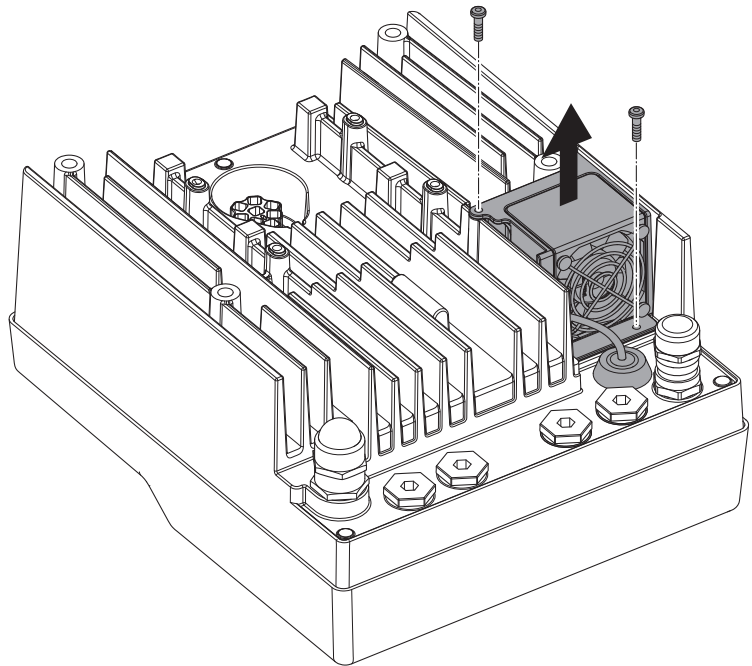

Fig. 47: Демонтаж вентилятора модуля
- Відкрутити гвинти вентилятора модуля (Fig. 47).